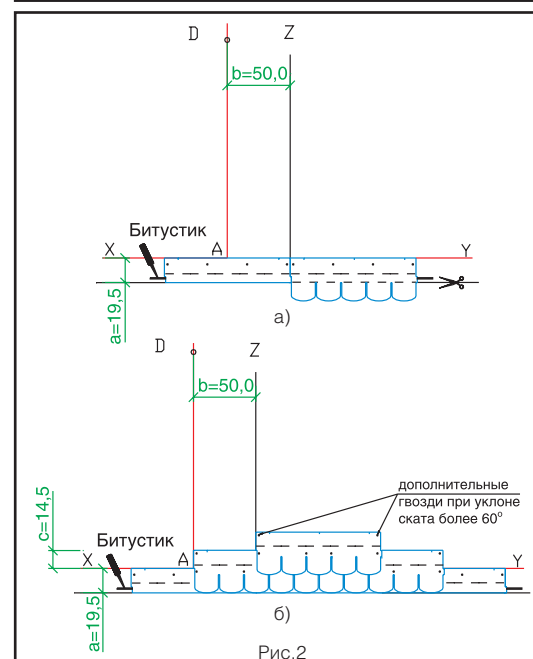

Рис.2
Укладка материала (рис. 2)
- Начальный ряд формируется из листов черепицы АНТИК, обрезанных по линии, образованной конечными точками вырезов. Полученные таким образом полосы шириной 19,5 см укладываются по линии карниза в обе стороны от линии Z (рис. 2а) и фиксируются по нижнему краю битумной мастикой "Битустик", а по верхней кромке 4 гвоздями (ось гвоздей на 5 см ниже верхнего края полосы). На гидроизоляционную мембрану "Сейфити" начальный ряд может быть наплавлен при помощи теплового строительного фена.
- Далее первый ряд черепицы укладывается от линии AD (рис. 2б).
- Второй ряд укладывается от линии Z (со смещением 50 см от AD) (рис. 2б).
Каждый лист гибкой черепицы АНТИК крепится 4 гвоздями (ось гвоздей на линии битумных клеевых полос) таким образом, чтобы гвоздь прошивал и верхний край нижележащего листа черепицы (рис. 2б).